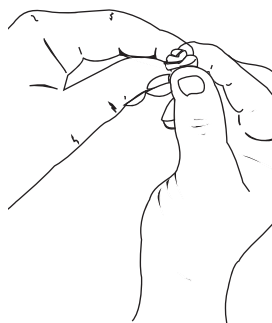

Fig. 48
5. Apriete el filtro para esparcir y retirar el exceso de aceite (Fig. 48).